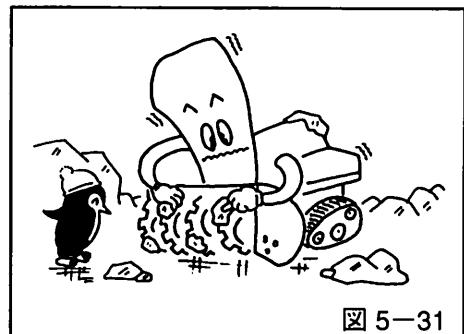

図 5-31
1. オーガケース内とプロワ部分の雪や氷などを丁寧に取り除いてください。(図5-31参照)